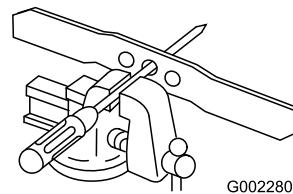

Figure 32
1. Vérifiez l'équilibre de la lame en enfilant le trou central sur un clou ou la tige d'un tournevis serré horizontalement dans un étai (Figure 32).